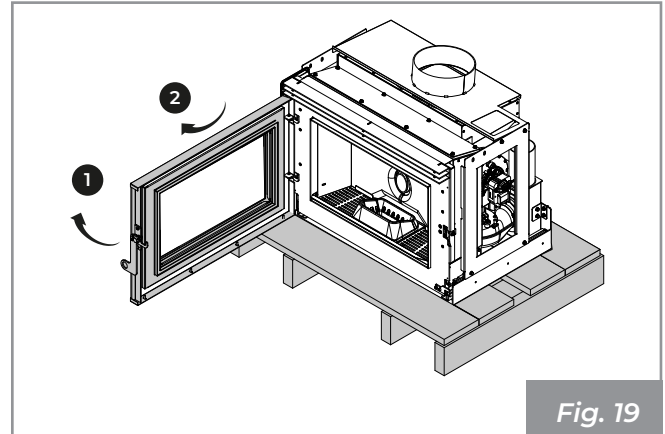

Fig. 19
- Ouvrir la porte (**Fig.19**)